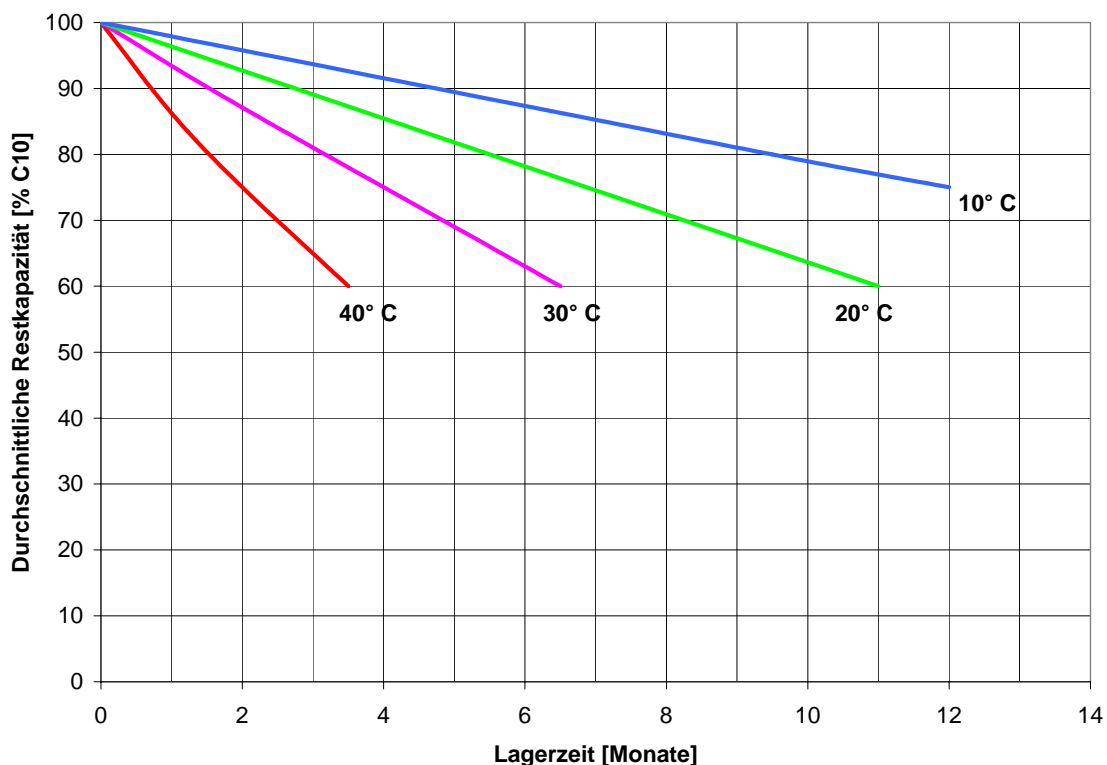

Abb. 1: Powerfit und Sprinter - Verfügbare Kapazität versus Lagerzeit bei verschiedenen Temperaturen
- Die Temperatur beeinflusst die Selbstentladerate von Zellen und Blöcken (siehe Abb. 1 und 2).